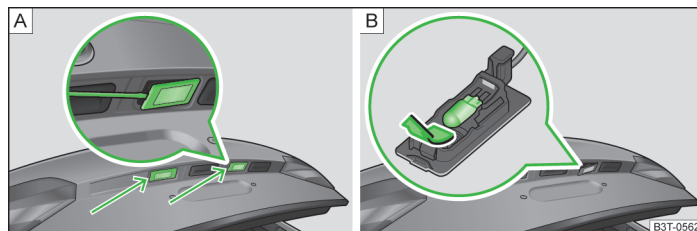

Fig. 207 Desmontar la luz de la matrícula / cambiar la bombilla
- Introducir un destornillador de cabeza ranurada por el punto indicado por una flecha » fig. 207 - **A**, presionar ligeramente y desbloquear el resorte.
- Extraer la bombilla estropeada del soporte en el sentido de la flecha » fig. 207 - **B**.